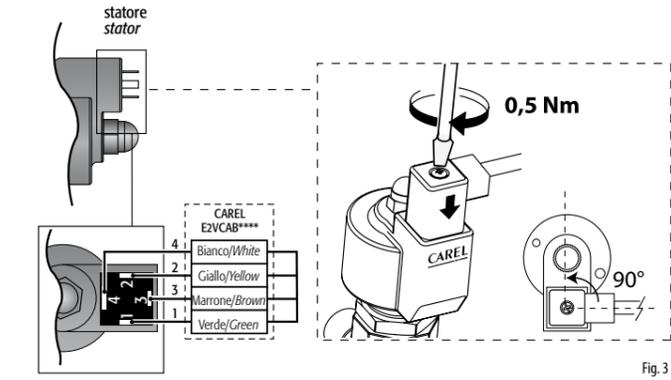

Fig. 3
7. Connect the pre-wired connector to the socket on the stepper motor and tighten the screw, applying a force of around 0.5 Nm, following the instructions shown in Fig. 3. Then connect the four-pin end of the cable to the corresponding terminals on the CAREL EVD\*\*\* driver or other approved CAREL controller, and set the parameters according to the values shown in the table below.
- Raccorder le connecteur déjà câblé au moteur pas à pas dans le logement correspondant et serrer la vis avec un couple de 0,5Nm en suivant les indications de la Fig. 3. Connecter ensuite l'extrémité quadripolaire du câble aux bornes correspondantes du Driver CAREL EVD\*\*\* ou du régulateur homologué CAREL et configurer les paramètres selon la valeur reprise au tableau ci-dessous.